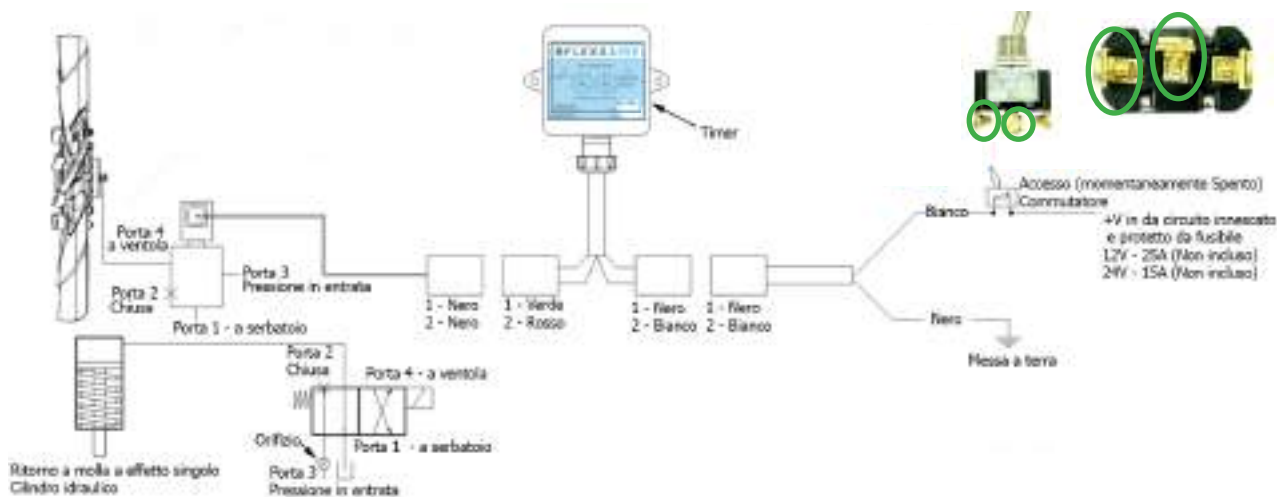

Figura 1
Fare riferimento alla Figura 1 qui sotto.
1. Montare l'elettrovalvola in una posizione adeguata sull'applicazione. Se il kit include una piastra distanziatrice, montarla tra la valvola e la superficie di montaggio come richiesto. Accertarsi che l'orifizio tarato sia nell'attacco 3. Fare riferimento alla Figura 1.
I corpi valvola forniti da Flexxaire, utilizzati su sistemi a 2 posizioni (eccetto FlexxTempo), includono un orificio tarato per controllare la velocità con cui le pale cambiano inclinazione. Per informazioni relative alla posizione specifica dell'orificio, vedere la Figura 1 a pag. 6-2.